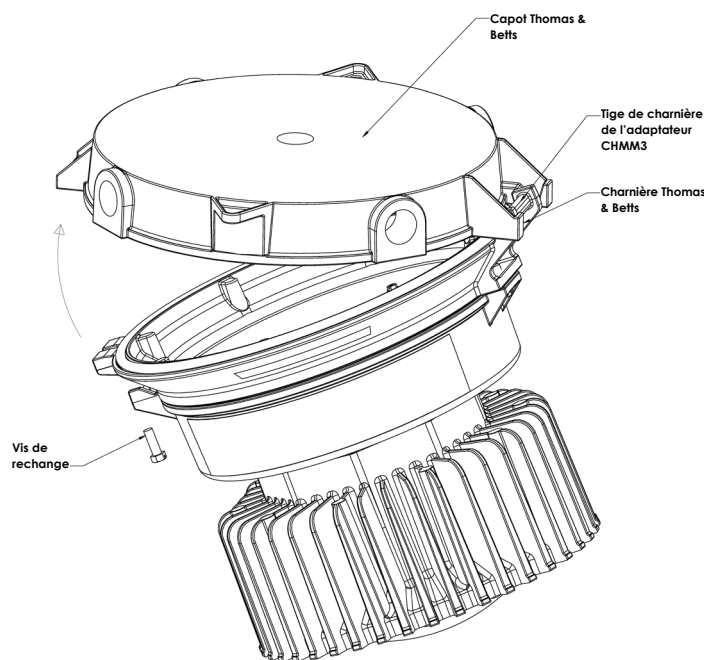

Figure 2
6. Accrochez le luminaire assemblé et l'adaptateur au capot Thomas & Betts en capturant la tige de charnière de l'adaptateur dans la charnière du capot Thomas & Betts, comme montré à la Figure 2.